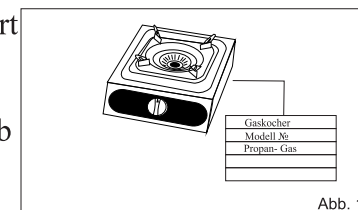

Abb. 1
• Benutzen Sie nicht Gas, das verschieden ist von dem, das in dieser Gebrauchsanweisung oder auf der Platte angegeben ist. (Abb.1)